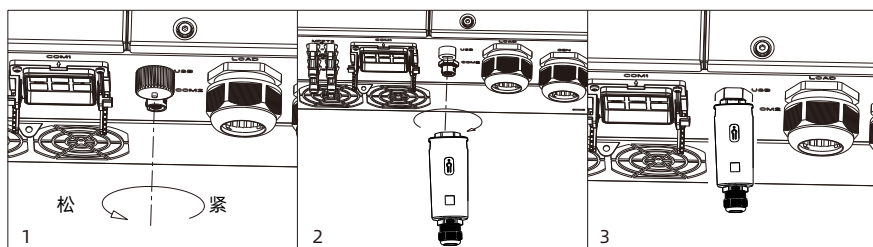

图6.24 USB连接
- 2> 如图6.24所示，将WiLAN-X2模块插入USB接口，WiLAN-X2模块的LED指示灯将亮起。
- 3> 如图6.24所示，WiLAN-X2模块的“▲”朝前，将WiLAN-X2模块插入USB接口，并拧紧锁扣。